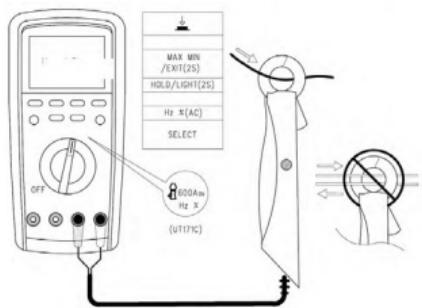

Figura 11
9. Medição do calibrador de corrente externa de 60A/600A [veja a Figura 11]
Pressione a tecla RANGE para alternar entre a faixa 60A e 600A, SELECT seleciona a medição do calibrador de corrente CA e CC [veja a Figura 11], e use o calibrador de corrente configurado nos acessórios para conectar como mostrado a fim de medir.